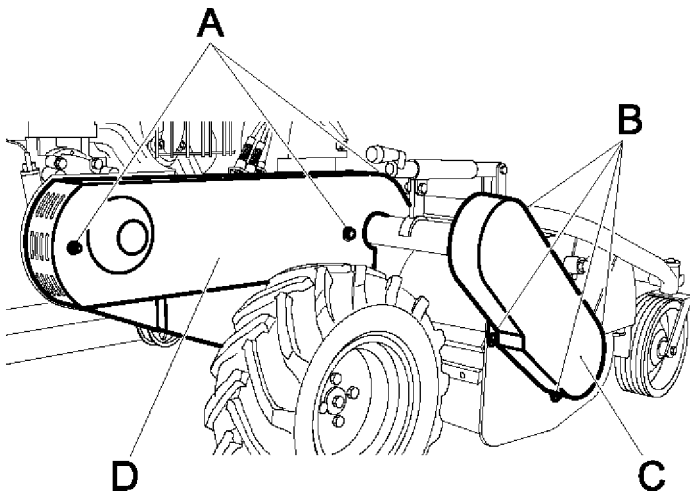

Figure 9
- Enlever la protection (Fig. 9 Réf.C), en dévissant et en enlevant les vis indiquées figure 9 Réf. B
Pour accéder à la zone dans laquelle sont situés les courroies de transmission et le dispositif de réglage du frein rotor, il est nécessaire d'enlever la protection (Fig. 9 Réf. D), puis de dévisser et d'enlever les vis indiquées figure 9 Réf. A
- Les carters de protection des courroies (Fig. 9 Réf. D et C) et les protections de la lame (Fig. 1 Réf. H) doivent toujours être installés correctement et être en bon état. En cas de détérioration, les réparer avant de réutiliser la machine.